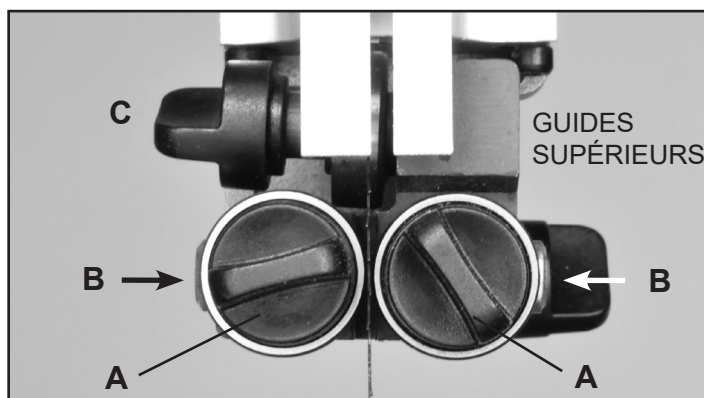
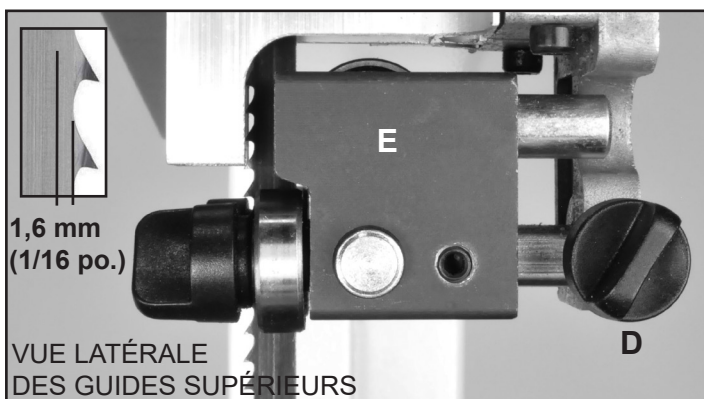

FIGURE 22
FIGURE 23
1. Placez les rouleaux de guidage de gauche et de droite à 1/32 po. (0,8 mm) des cotés de la lame. D'abord, desserrer leurs poignées de verrouillage situées en avant (#134, FIG. 22, A) en les tournant dans le sens contraire des aiguilles d'une montre. Les axes du guide (#154) qui retiennent les roulements à bille de guidage sont sous tension à ressort ! Pour déplacer les guides vers la lame, poussez simplement les extrémités des moyeux du guide (B), ou utilisez les poignées de verrouillage situées en avant pour tirer les guides vers la lame. Bloquez les guides en place en les tournant dans le sens horaire. FIG. 22.
2. Les guides devraient être approximativement à 1,6 mm (1/16 po.) derrière la gorge des dents de la lame de scie. S'ils ont besoin d'être déplacés, desserrer la poignée arrière de serrage (#134, FIG. 22 et 23, D) et déplacer le bloc supérieur de guidage (#153, E) qui retient les guides pour qu'ils soient correctement positionnés en derrière des gorges de la lame. Resserrez ensuite la poignée, une fois terminé. FIG. 23.